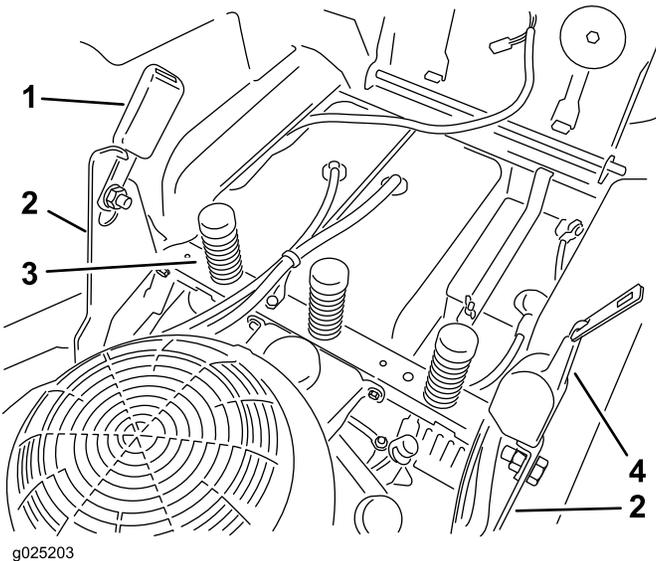

Bild 2
5. Entfernen Sie die 3 Federn vom Maschinenrahmen (Bild 2).
6. Entfernen Sie das bestehende Gurtschloss und den Gurtaufroller von den Halterungen (Bild 2).